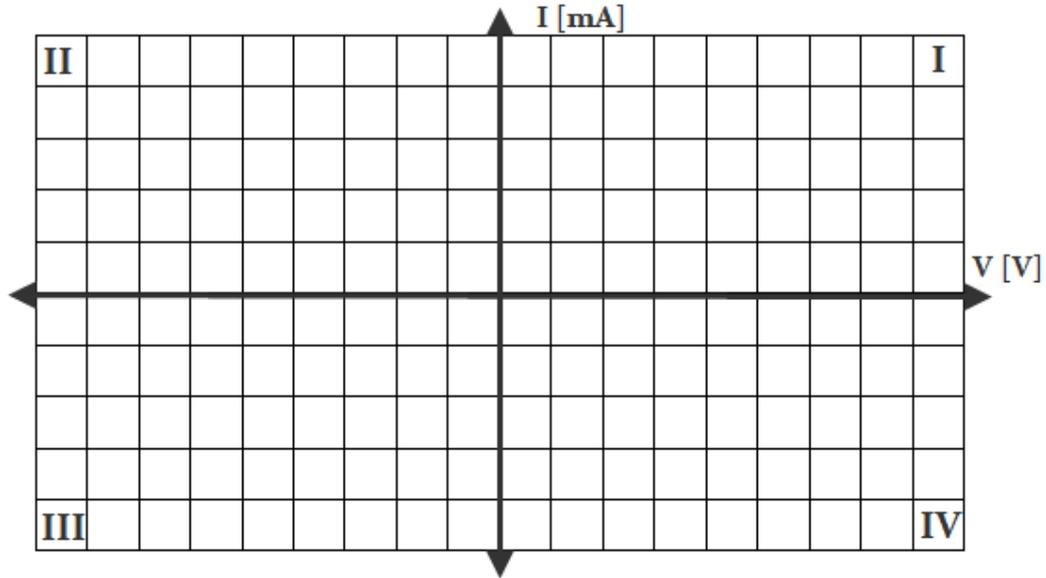

Figura 2.11.
1.8 Con los valores obtenidos en la tabla 2.1 trace las curvas características del diodo rectificador, en el siguiente espacio cuadriculado (figura 2.11). Utilice el eje vertical para la corriente y el horizontal para el voltaje; utilice el primer cuadrante para el diodo polarizado en directa (figura 2.10a) y utilice el tercer cuadrante para el diodo polarizado en inversa (figura 2.10b).